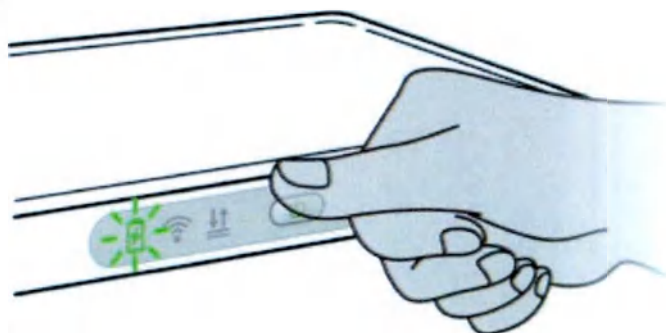

Рисунок 3.2.5-5.
2. Включите детектор нажав и удержав на 4 сек кнопку включения, **Рисунок 3.2.5-5**